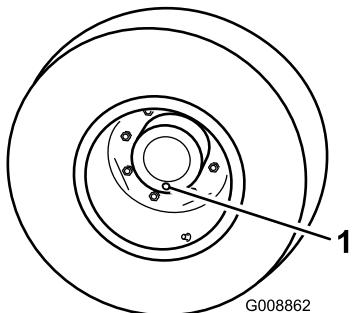

Figura 74
- Con la máquina en una superficie nivelada, coloque la rueda de manera que el tapón de verificación/drenaje (Figura 74) esté en su posición más baja.